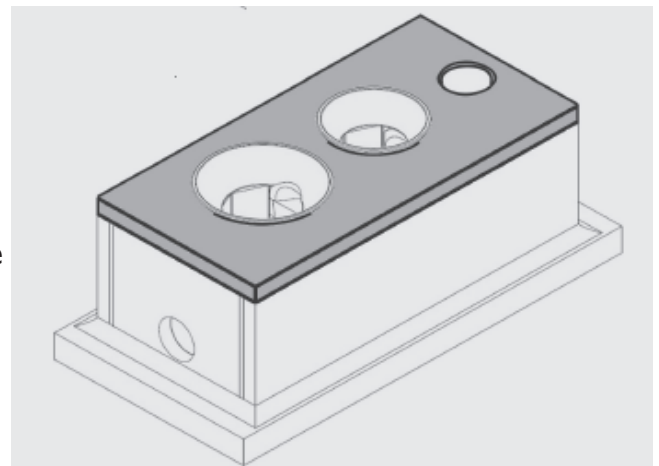

Figura 22
**#27** Mezcle cemento para el piso del fogón, usando un cubo de goma de cemento y dos cubos de goma de arena. Forme un marco de tablas de 1" x 4" para el piso del fogón conectando las tablas con clavos. Hay que nivelar el marco con los platos de las hornillas. Eche mezcla con una plana para hacer una superficie con la hornilla principal. (**Figura 22**)